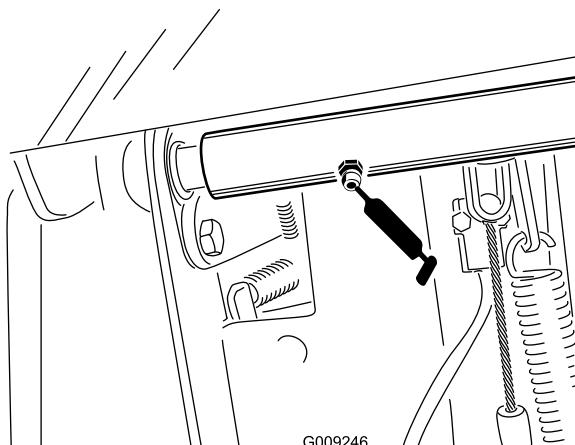

図 35
- ブレーキペダルのピボットシャフトのベアリング2ヶ所 図 35